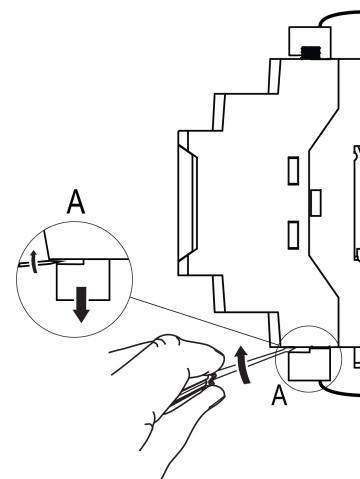

Рисунок 6.2 – Отсоединение съемных частей клемм
2. Отделить от шлюза съемные клеммники с проводами с помощью отвертки (см. рисунок 6.2). Не демонтировать внешние линии связи.